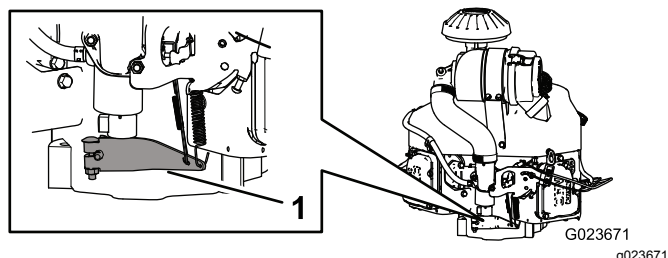

Рисунок 66
3. Нажмите подпружиненный конец рычага регулятора оборотов вниз (**Рисунок 66**).